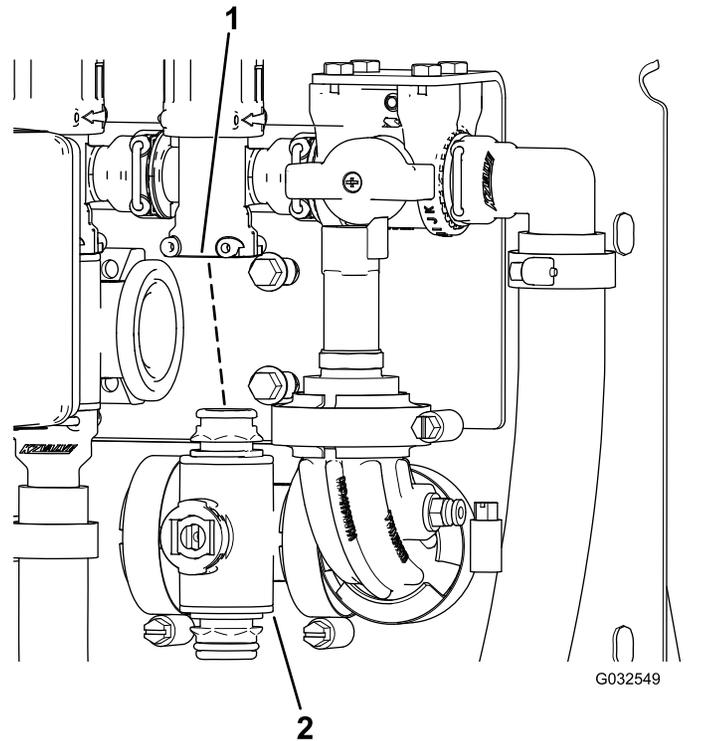

Figura 110
3. Retire el distribuidor de la válvula de sección de la máquina (Figura 110).